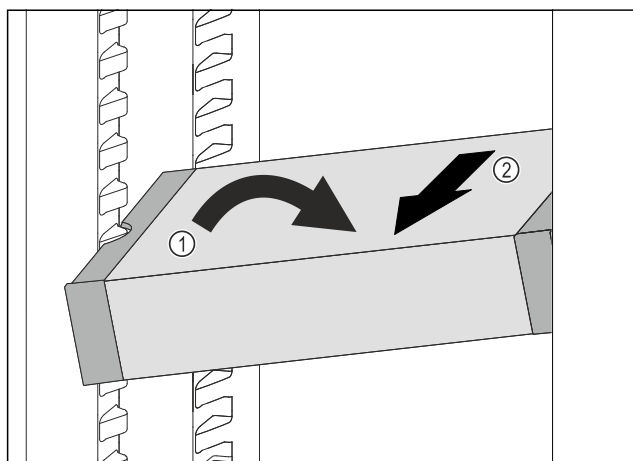

Fig. 139
- VarioSafe postavte v chladničce šikmo. Fig. 139 (1)
- VarioSafe odeberte směrem dopředu. Fig. 139 (2)